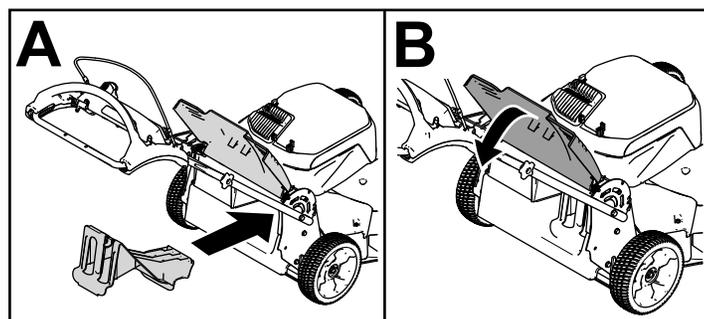

Figura 17
- Se il coperchio di scarico posteriore non è installato, afferratelo dalla stegola, sollevate il deflettore posteriore e inseritelo nel camino di scarico posteriore fino a bloccare il fermo in posizione; vedere Figura 17.
**Importante:** Prima di riciclare lo sfalci, verificate che il coperchio di scarico posteriore sia montato (Figura 17).